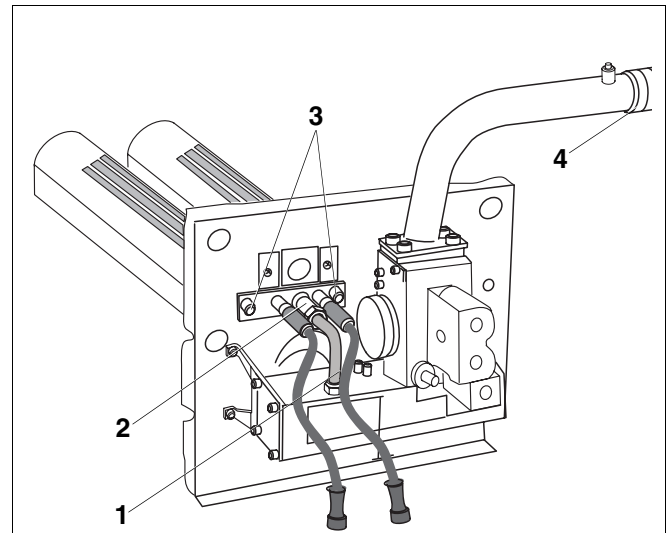

Abb. 45 Gasbrenner
- Startgasleitung (Abb. 45, **Pos. 1**) am Startbrenner (Abb. 45, **Pos. 2**) lösen.
- Die beiden Schrauben am Startbrenner (Abb. 45, **Pos. 3**) lösen und Startbrenner vorsichtig herausziehen.
- Verschraubung (Abb. 45, **Pos. 4**) auf Dichtheit prüfen.